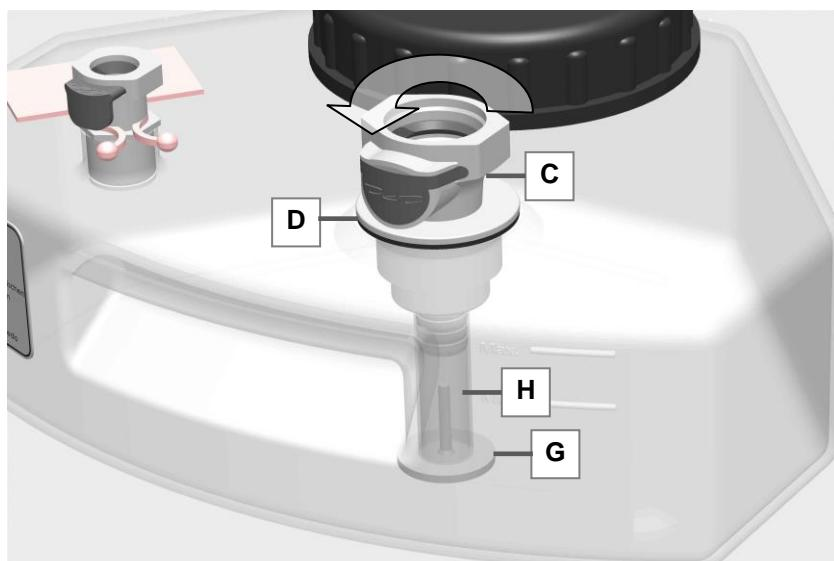

Fig. 9.2.2.1 Acoplamiento rápido y filtro de aspiración
1. Desenrosque el acoplamiento rápido (*Fig. 9.2.2.1.C*) en el sentido contrario a las agujas del depósito de medios. El filtro de aspiración (*Fig. 9.2.2.1.G*) está ahora suelto en el depósito de medios.
4. Cambiar la junta (D) es necesario.
5. Vuelva a colocar el filtro sobre el suelo del depósito de medios y vuelva a enroscar el acoplamiento rápido. Preste atención a que el mango del filtro de aspiración se encuentre dentro del tubo de aspiración (*Fig. 9.2.2.1.C*) y que pueda desplazarse libremente.